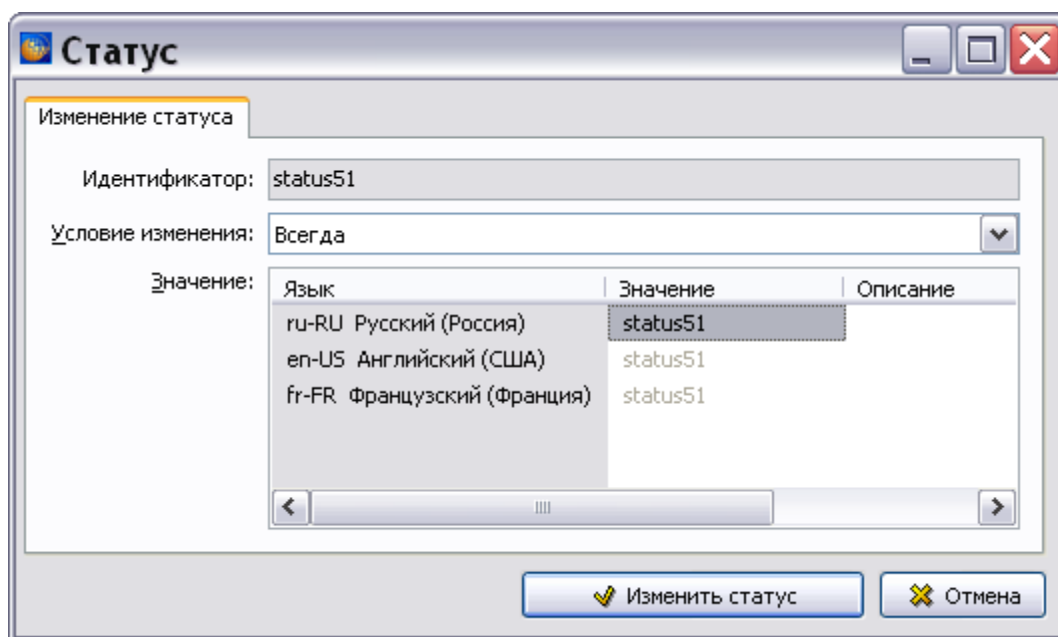

Рис. 19.3
1. На инструментальной панели нажмите на кнопку **Добавить**  или в контекстном меню окна выберите команду **Добавить**. После этого появится диалоговое окно **Статус** (Рис. 19.3).